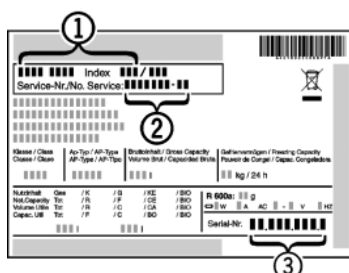

Fig. 18
- ▶ Odczytać z tabliczki znamionowej oznaczenie urządzenia Fig. 18 (1), nr serwisowy Fig. 18 (2) oraz numer seryjny Fig. 18 (3). Tabliczka znamionowa znajduje się po lewej stronie wewnątrz urządzenia.
- ▶ Poinformować serwis i podać opis zakłócenia, oznaczenie urządzenia Fig. 18 (1), nr serwisowy Fig. 18 (2) oraz numer seryjny Fig. 18 (3).